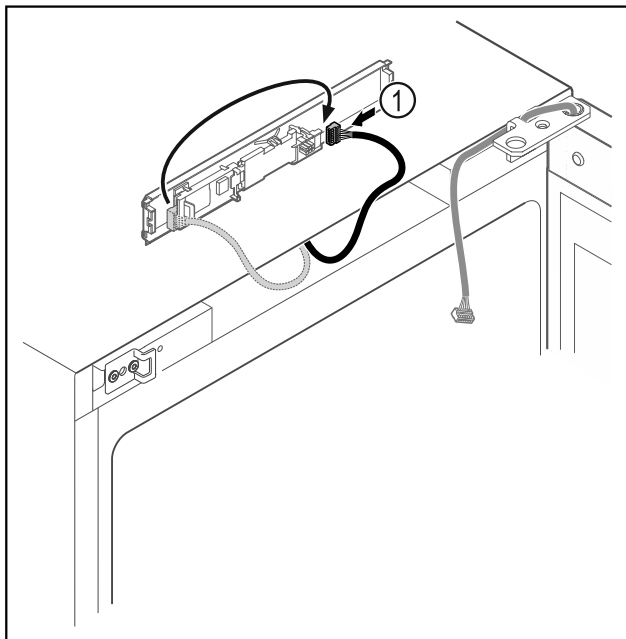

Fig. 17
- Flyt stikket Fig. 17 (1) på printkortet.